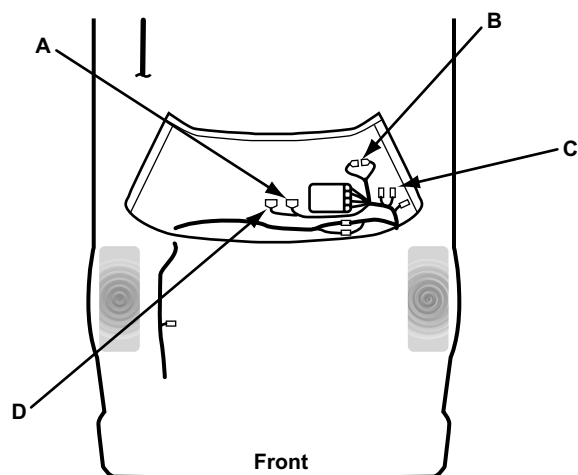

Figure 15-39 1987 Justy
- “1987 Justy” on page 196 (Figure 15-39)